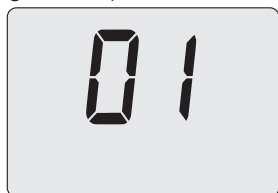

Figura 5.52
- Premendo il tasto 17 (Figura 5.49) sul display LCD appare il valore del parametro P05 (Figura 5.52).